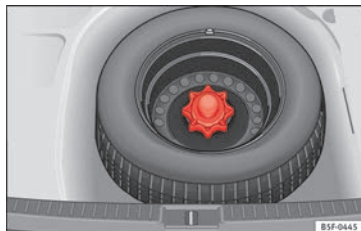

Bild 243 Nödihjul: upplyft golvpanel.
- Lyft upp och håll upp golvpanelen för att ta fram nödhjulet » » **bild 243**.